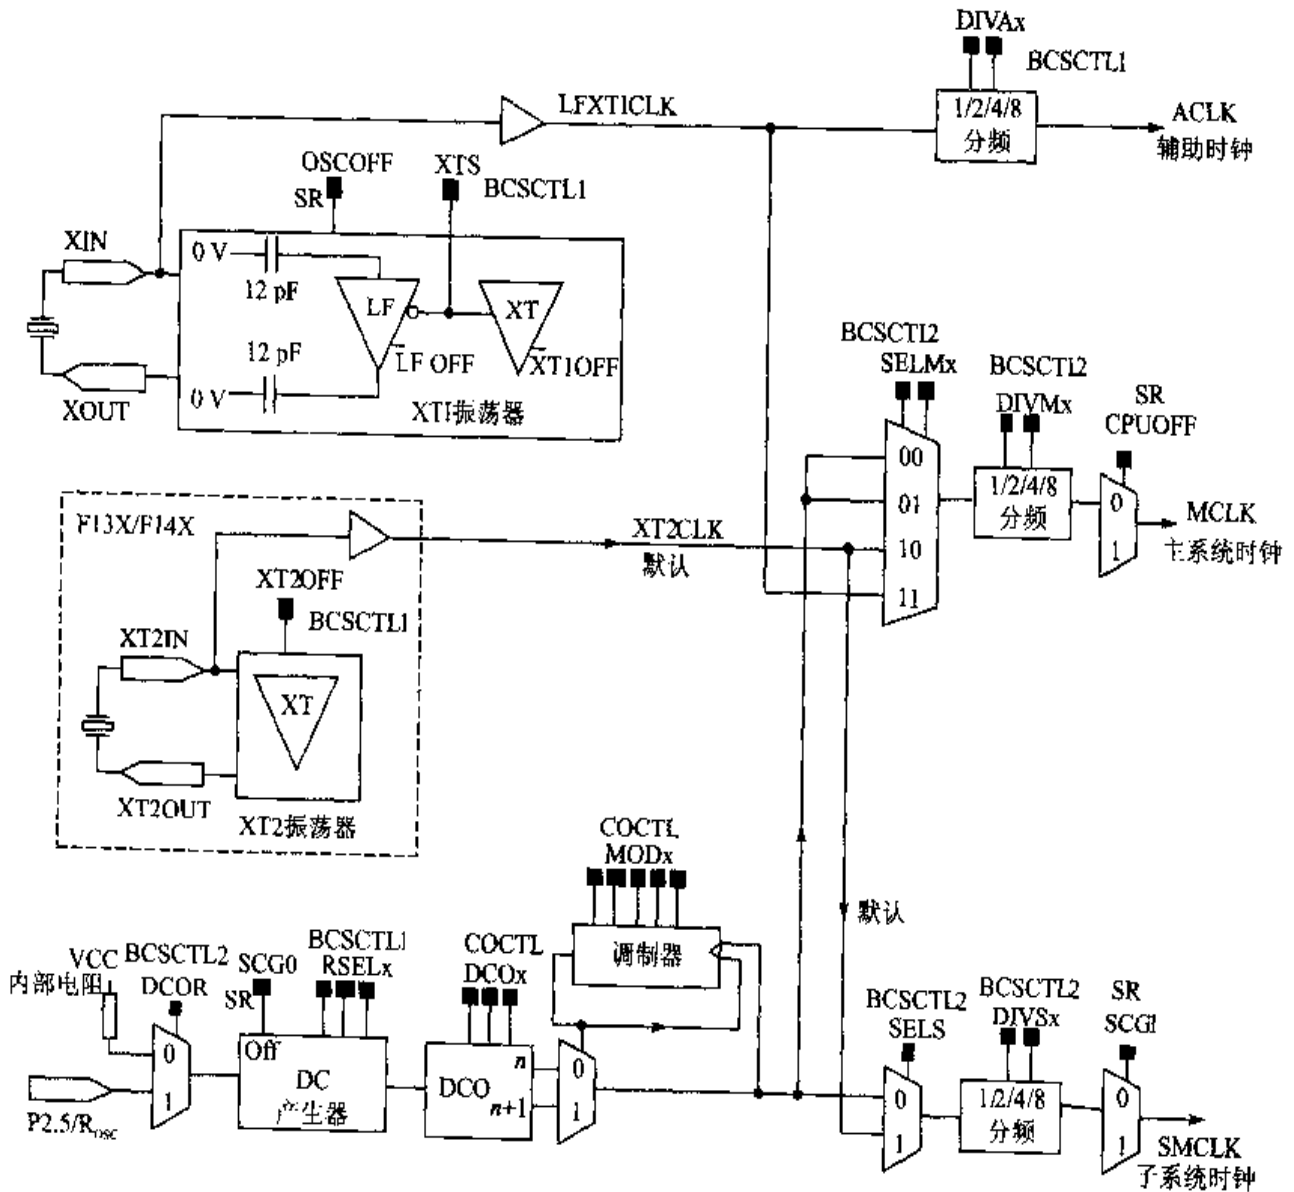

图 2.18 MSP430 单片机的时钟模块结构图
MSP430F149 单片机的时钟模块结构如图 2.18 所示。MSP430F149 单片机的基础时钟主要是由低频晶体振荡器 LFXT1、高频晶体振荡器 LFXT2 及数字控制振荡器 DCO 组成。
(1) LFXT1CLK:低频/高频时钟源。可以外接 32768 Hz 的时钟芯片或频率为 450 kHz~8 MHz 的标准晶体或共振器。
(2) XT2CLK:高频时钟源。需要外接两个振荡电容器。可以外接频率为 450 kHz~8 MHz 的标准晶体、共振器和外部时钟输入。较常用的晶体振荡器是 8 MHz 的。
(3) DCOCLK:内部数字可控制的 RC 振荡器。MSP430 单片机时钟模块提供 3 个时钟信号以供给片内各部电路使用,这 3 个时钟信号分别是:
① ACLK:辅助时钟信号。从图 2.18 中可以看出,ACLK 是从 LFXT1CLK 信号由 1/2/4/8 分频器分频后所得到的。由 BCSCTL1 寄存器设置 DIVA 相应位来决定分频因子。ACLK 可提供给 CPU 外围功能模块作时钟信号使用。
② MCLK:主时钟信号。从图 2.18 中可以看出,MCLK 是由 3 个时钟源所提供的。它们分别是:LFXT1CLK、XT2CLK 和 DCO 时钟源信号。MCLK 主要用于 MCU 和相关系统模块作时钟。同样可设置相关寄存器来决定分频因子及相关的设置。
③ SMCLK:子系统时钟。从图 2.18 中可以看出,SMCLK 由 2 个时钟源信号提供,它们分别是 XT2CLK 和 DCO。如果是 F11 或 F11X1 系列单片机,则由 LFXT1CLK 代替